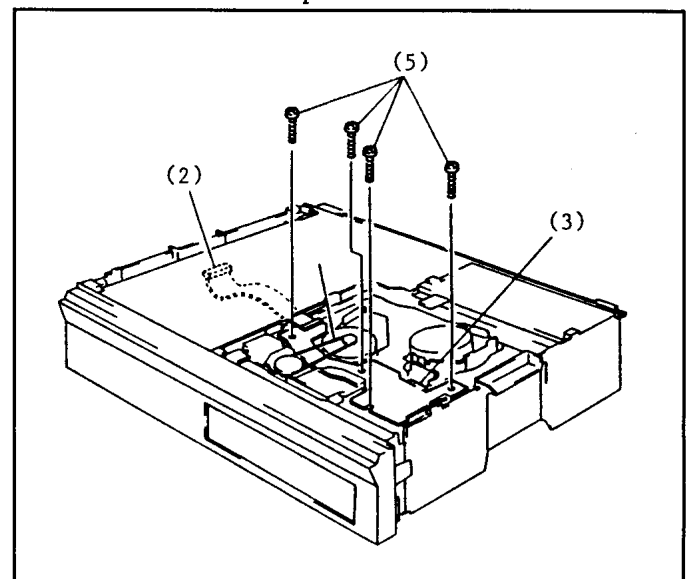

Abb. 4-7 Sensor-Leiterplatte
7. Sensor-Leiterplatte (Abb. 4-7)